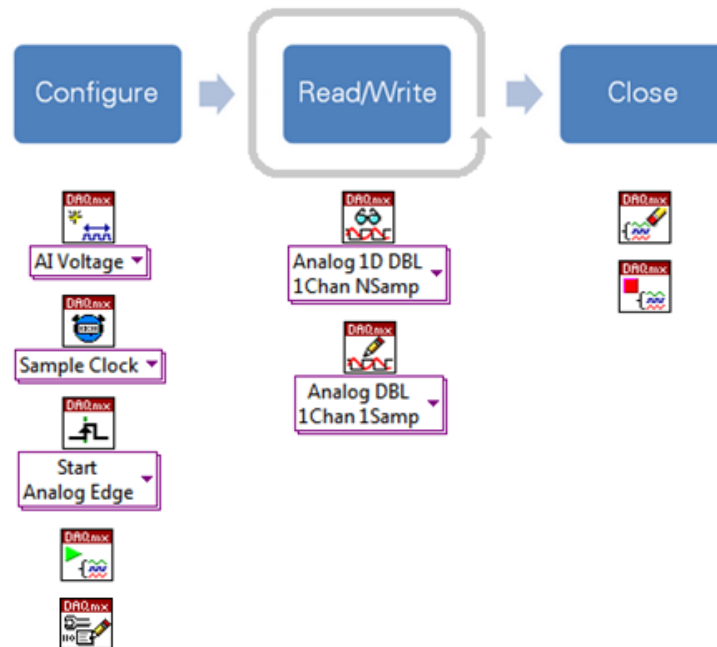

Figura 6. Os VIs mais comuns para cada seção estão ilustrados na figura acima.
6. Compare o diagrama de blocos do programa de exemplo ao VI ilustrado na figura 6. Se você abrir os programas de exemplo do DAQmx, observe que a maioria segue exatamente esse fluxo.